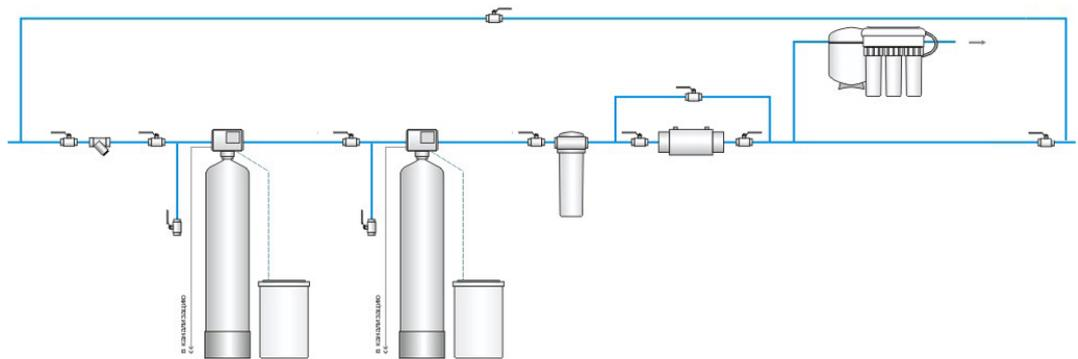

рис. 11
4.2. При необходимости распечатки полученных материалов следует нажать клавишу "Сохранить в pdf" (см. рис. 11, справа сверху).